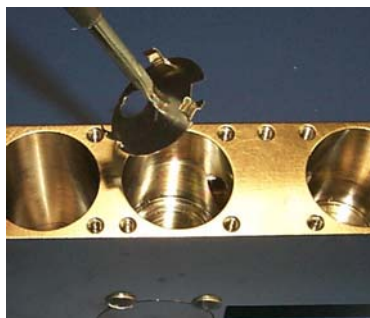

Figura 4-15 Placa Ranurada de Tierra
5. Extraiga la placa ranurada de tierra (Figura 4-15) colocando un tope con un destornillador ranurado fino en la ranura, y girando y haciendo palanca con mucho cuidado con el destornillador.